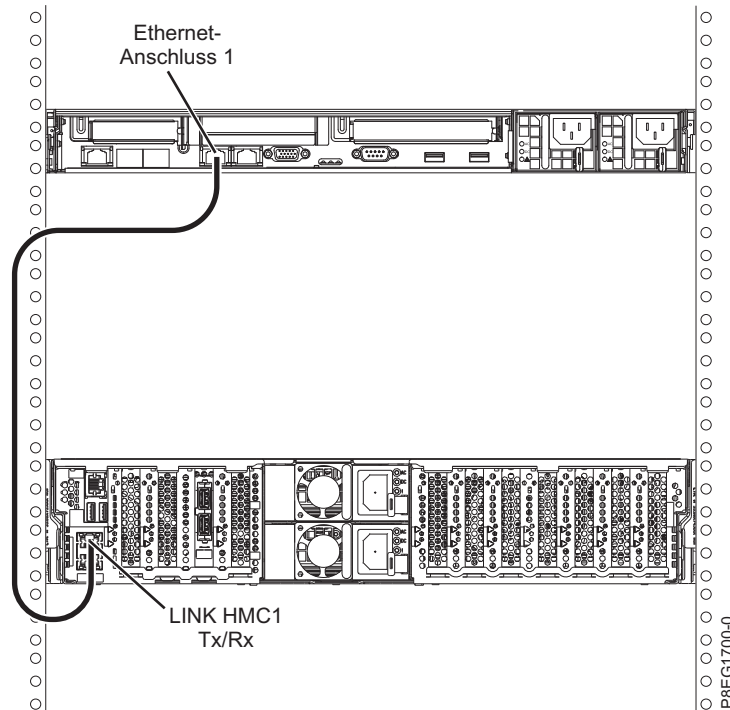

Abbildung 17. HMC an das verwaltete System anschließen
- Wenn Sie Ihre HMC direkt an das verwaltete System anschließen möchten, schließen Sie den **Ethernet-Anschluss 1** der HMC an den Anschluss **HMC1** des verwalteten Systems an. Siehe Abb. 17 auf Seite 15.